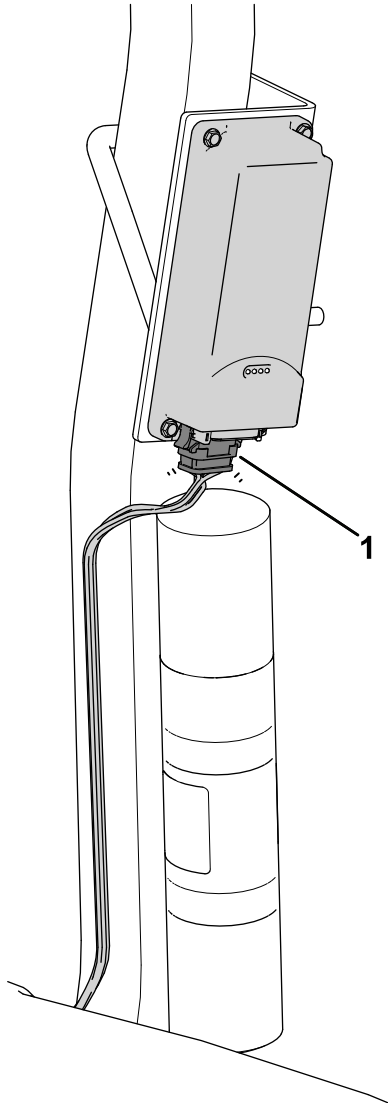

Bild 12
- Den mit P02 gekennzeichneten Steckverbinder des Telematikkabelbaums an das Telematikgerät anschließen (Bild 12).